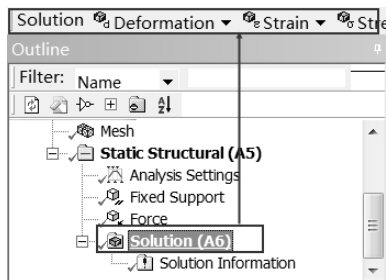

图 5-181 Solution 工具栏
Step1：选择 Mechanical 界面左侧 Outline（分析树）中的 Solution（A6）选项，此时会出现如图 5-181 所示的 Solution 工具栏。